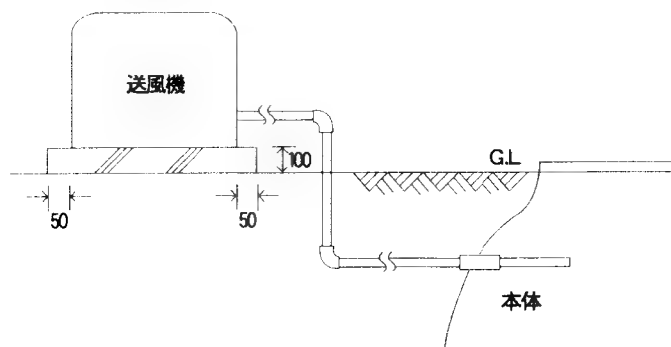

図 8
- ①送風機の設置場所は、風通しの良いできるだけ日陰の場所に設置してください。また、運転音の気になる所（寝室や応接間のそばなど）への設置はさけ、維持管理に便利なところが適当です。
- ②接地工事（アース）は必ず行ってください。（第3種接地工事）
- ③基礎はコンクリート造りとし、地上より100mm以上の高さで建物より200mm以上はなしてください。また、送風機台の外寸より50mm大きく仕上げてください。（図8参照）
- ④電気配線で100V電源よりヒューズボックスを通してください。（コンセントを使用する場合は、容易に取はずしできない構造としてください。）